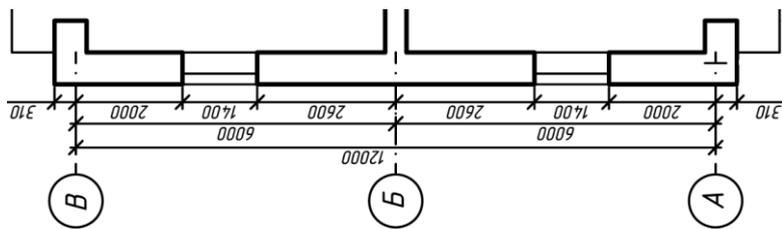

Рис. 1.15. Размеры здания по ширине
**Простановка размеров на плане этажа.** Установите текущим размерный стиль ГОСТ и обмерьте план этажа согласно рис. 1.15 и 1.16. Используйте линейный размер и цепочку размеров. Перейдите на лист **Чертеж 3** и контролируйте размещение всех размерных линий и текста внутри рамки.